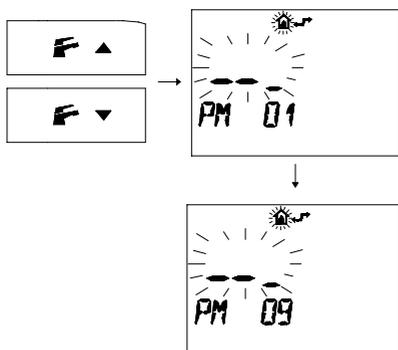

Figura 9.16
- Premere i pulsanti **F** **▲** o **F** **▼** per visualizzare la programmazione "PM09" modo spazzacamino (Figura 9.16)